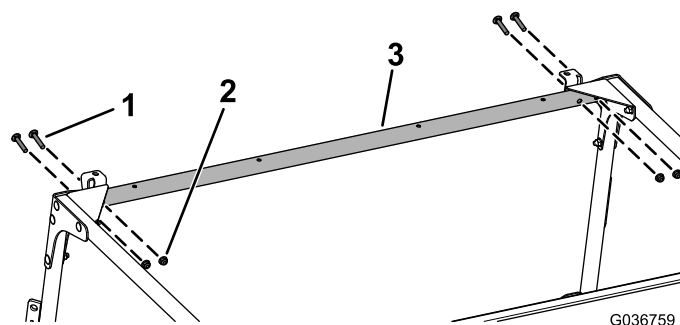

Figura 11
10. Fije provisionalmente el enlace transversal delantero a las placas delanteras y a los refuerzos de esquina con 4 pernos de cuello cuadrado (5/16" x 1 3/4") y 4 tuercas con arandela prensada (5/16"), tal y como se muestra en la Figura 11.